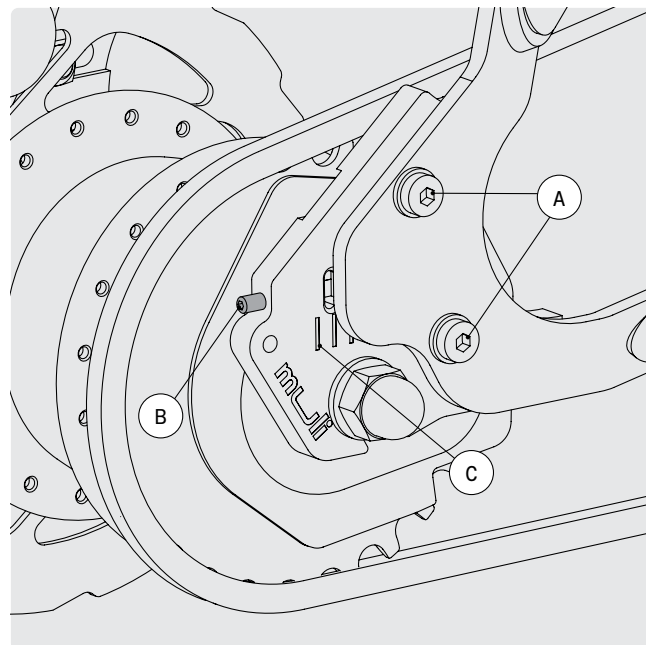

FIG. 45
Sul mozzo della ruota posteriore sono presenti due tacche gialle (fig. 45). Queste due tacche devono essere esattamente opposte in quarta e sesta marcia (fig. 43).
- 1 Allentare le due viti a brugola M6 A sul supporto del portamozzo con una chiave esagonale da 5 mm (fig. 45).